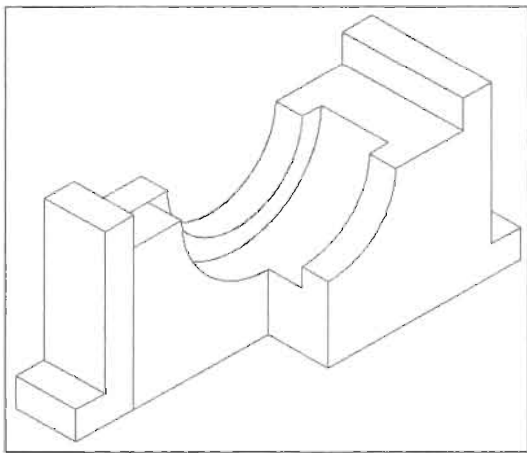

图 11-96
(9) 单击“修改”工具栏上的“修剪”按钮，修剪掉多余的圆弧，并绘制连接各相应端点的直线，如图 11-96 所示。